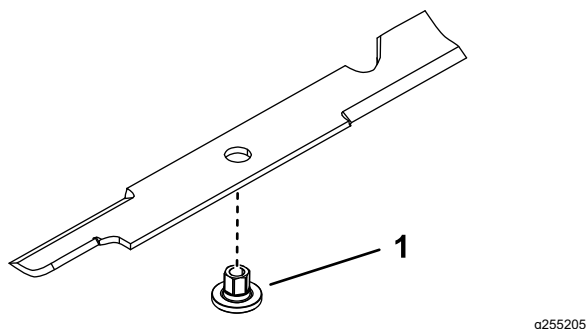

Bild 78
1. Montieren Sie eine Buchse durch das Messer, wobei der Bund der Buchse auf der unteren (Gras-)Seite des Messers liegen muss (**Bild 78**).